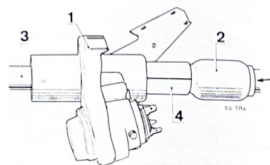
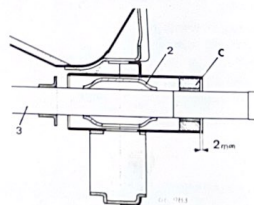

Fig. 5.4. Conjunto del soporte del eje del volante.
Fig. 5.5. Corte longitudinal del soporte del eje del volante.
Se lleva hacia el volante todo el soporte (1) (fig. 5.4) sacando de su interior el bulbo (2). Se coloca entre él y el casquillo (c) (fig. 5.5) dos semi-casquillos (4) formados por un tubo de 19 mm. de diámetro interior, cortado longitudinalmente. Introducir dentro del soporte (1) los semi-casquillos de forma que hagan tope sobre el casquillo que se va a extraer.